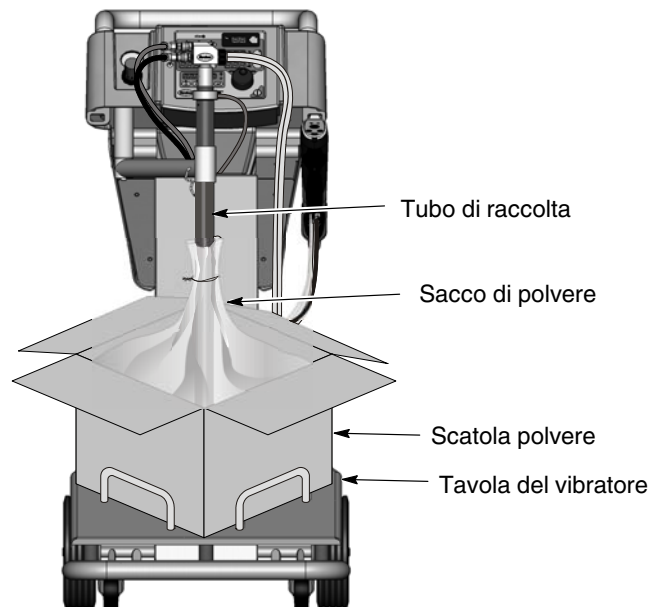

Figura 4-2 Inserimento della scatola polveri
2. Vedi figura 4-2. Poggiare una confezione di polvere sulla tavola del vibratore.